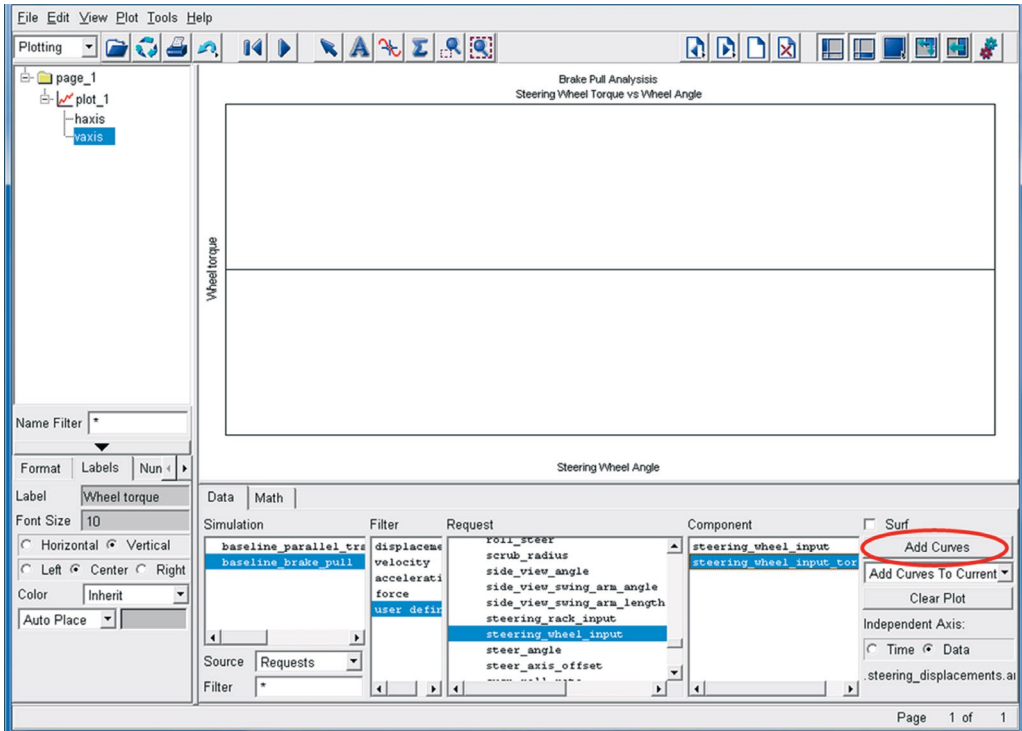

Figura 4.171 – Caixa de diálogo do eixo vertical.
- Uma vez definido o parâmetro (variável) do eixo horizontal (ou eixo independente), também será necessário atribuir uma variável ao eixo vertical. Para isso, no campo *Filter*, selecione a opção *user defined*; no campo *Request*, selecione a opção *steering_wheel_input*; no campo *Component*, selecione a opção *steering_wheel_input_torque* (Figura 4.171).
- Selecione a opção *Add Curves* (Figura 4.171).